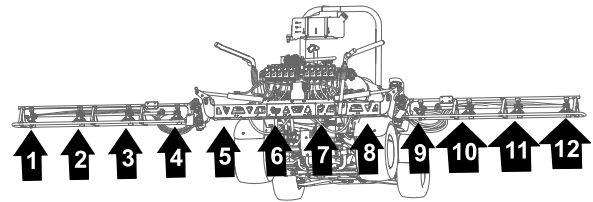

Bild 127
1. Verlegen Sie die Schläuche für die Sprühdüsen 1, 2, 3 und 4 durch die R-Klemme am linken äußeren Ende des mittleren Sprühabschnitts (Bild 127 und Bild 128).
2. Verlegen Sie die Schläuche für die Sprühdüsen 7, 8, 9 und 10 durch die R-Klemme am rechten äußeren Ende des mittleren Sprühabschnitts (Bild 127 und Bild 128).
3. Verlegen Sie die Zulaufschläuche (279 cm) und die gezahnten Schlauchschafte (3/4") entlang des Sprühabschnitts zu den Sprühdüsen 1 und 10, wie in Bild 127 und Bild 128 abgebildet.
4. Verlegen Sie die Zulaufschläuche (234 cm) und die gezahnten Schlauchschafte (3/4") entlang des Sprühabschnitts zu den Sprühdüsen 2 und 9, wie in Bild 127 und Bild 128 abgebildet.
- Verlegen Sie die Zulaufschläuche (188 cm) und die gezahnten Schlauchschäfte (3/4") entlang des Sprühabschnitts zu den Sprühdüsen 3 und 8, wie in Bild 127 und Bild 128 abgebildet.
- Verlegen Sie die Zulaufschläuche (188 cm) und die gezahnten Schlauchschäfte (3/4") entlang des Sprühabschnitts zu den Sprühdüsen 4 und 7, wie in Bild 127 und Bild 128 abgebildet.